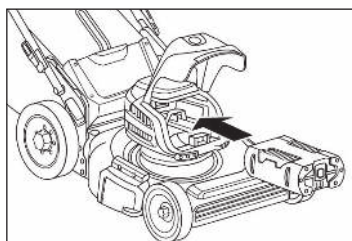

Рис. 4
1. Откройте крышку батарейного отсека (рис. 4).
2. Установите заряженную аккумуляторную батарею в газонокосилку (рис. 4), перемещая ее по направляющим разъемов до щелчка (рис. 4).